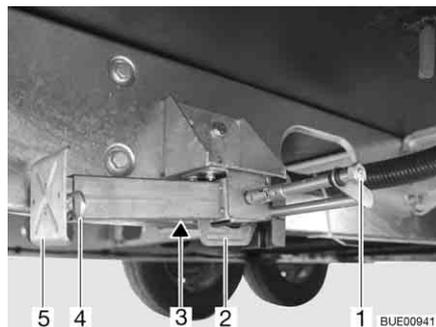

Fig. 27 Apoyo de elevación
- Colocar la llave de vaso en el hexágono (Fig. 27,1) y girarla hasta que el apoyo de elevación quede verticalmente hacia abajo.
- En caso de que la longitud del apoyo de elevación sea ajustable, extraer la clavija hendida (Fig. 27,4) de la prolongación del pie de apoyo (Fig. 27,5).
- Colocar la llave de vaso en el hexágono (Fig. 27,1) y girarla hasta que el apoyo de elevación esté de nuevo libre del suelo.
- Introducir totalmente la prolongación del pie de apoyo (Fig. 27,5) e introducir la clavija hendida (Fig. 27,4) en el orificio previsto para ello que hay en la prolongación del pie de apoyo.
- Girar el hexágono (Fig. 27,1) hasta que el apoyo de elevación se haya girado hacia arriba y la guía (Fig. 27,2) tenga contacto con el extremo de la ranura (Fig. 27,3).